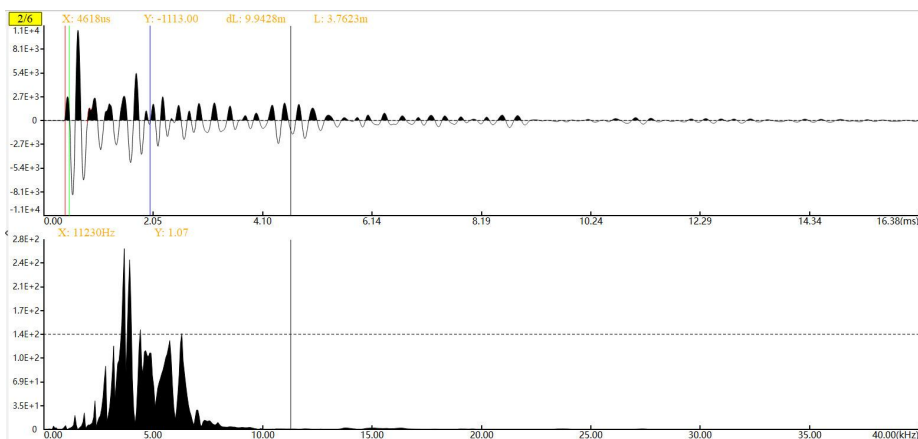

图 4-11 傅氏变换
- 傅氏变换：对需分析的波形进行傅立叶变换 FFT，产生频谱信息，并显示在视图的第二块区域，傅氏变换后波形如图 4-11 所示。从频域上分析该波形的特性，分析采集到的波形的特征，进而对锚杆进行滤波处理，快捷键为。